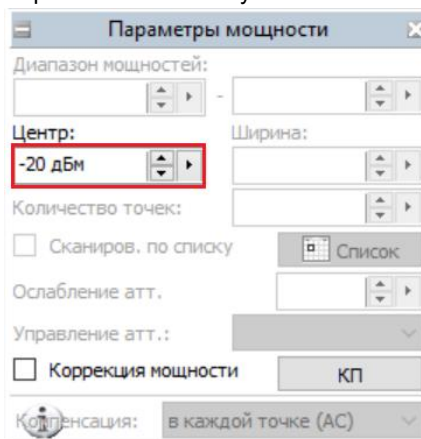

Рисунок 18. Задание мощности зондирования.
5. В панели управления «Параметры мощности» установить мощность зондирования, рис. 18. **Следует помнить, что необходимо устанавливать мощность зондирования, учитывая максимально допустимый уровень входного сигнала для датчика КСВ и детекторной головки.**